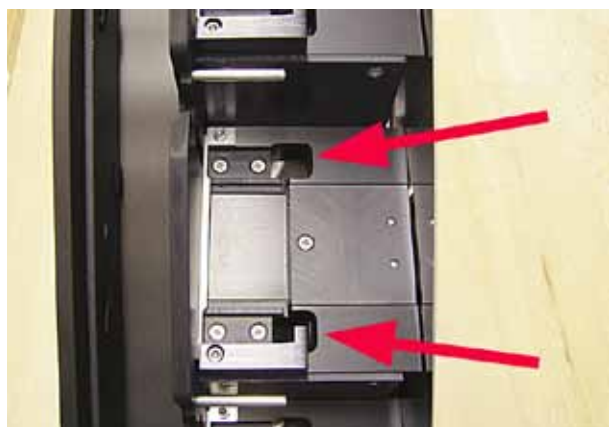

Fig. 44
- Indførsstation (→ "Fig. 44")